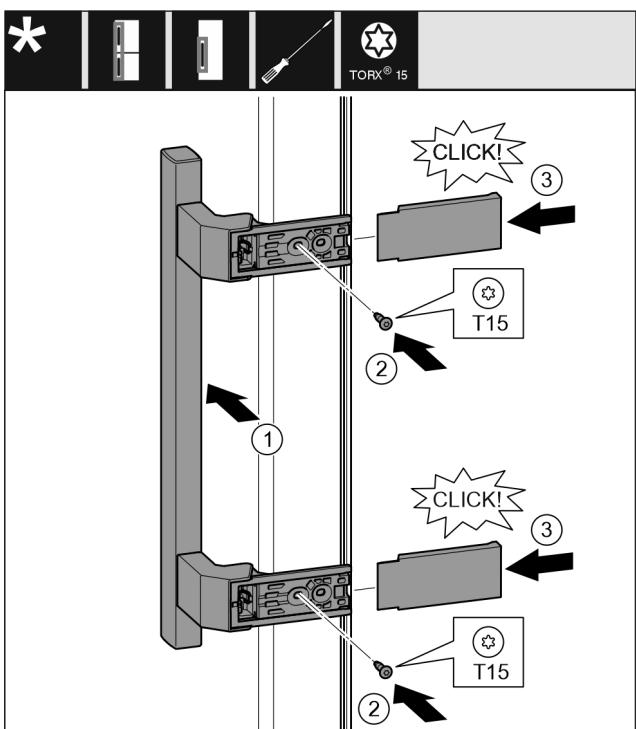

Fig. 12
- ▶ Поставете дръжката от другата страна. Fig. 12 (1)
- ▶ С отвертка T15 затегнете винтовете. Fig. 12 (2)
- ▶ Поставете отстрани капациите и ги нахлузете. Fig. 12 (3)